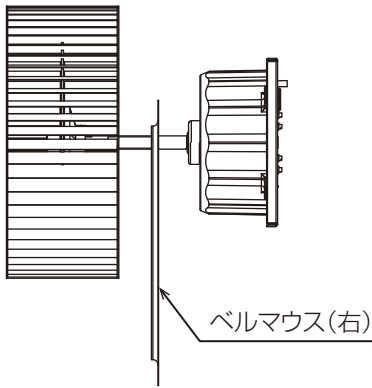

図 3
ベルマウス (右) はモーターシャフトに引っ掛かった状態にしてください。[図 3]
9. モーターとシロッコファンは図 3 の状態でユニットから取外してください。
10. モーターからシロッコファンを取外しモーターを交換した後、図 3 の状態まで組立ててください。